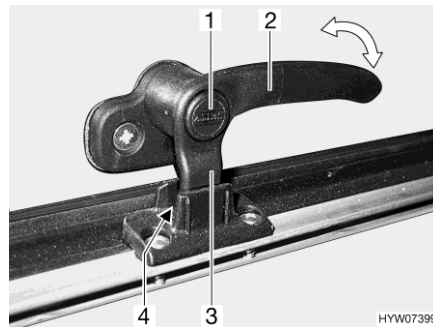
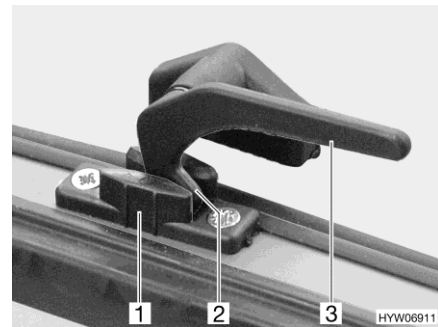

Bild 116 Låsarm med låsknapp i läget "kontinuerlig vädning"
Bild 117 Låsarm i läget "kontinuerlig vädning"
- I läget "kontinuerlig vädning" (Bild 116 och Bild 117)
- Tryck på låsknappen (Bild 116,1) om sådan finns och håll den nedtryckt.
- Sväng låsarmen (Bild 116,2 eller Bild 117,3) ett kvarts varv mot fönstrets mitt.
- Vrid tillbaka låsarmen. Därvid måste låsarmens låsspak (Bild 116,3 eller Bild 117,2) föras in i spåret på fönsterlåsen (Bild 116,4 eller Bild 117,1).
- Släpp låsknappen (Bild 116,1) om sådan finns.